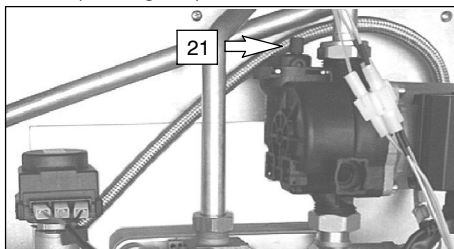

fig. 6.3
- 6 Allentare il tappo della valvola di sfiato automatico (21 in fig. 6.3).